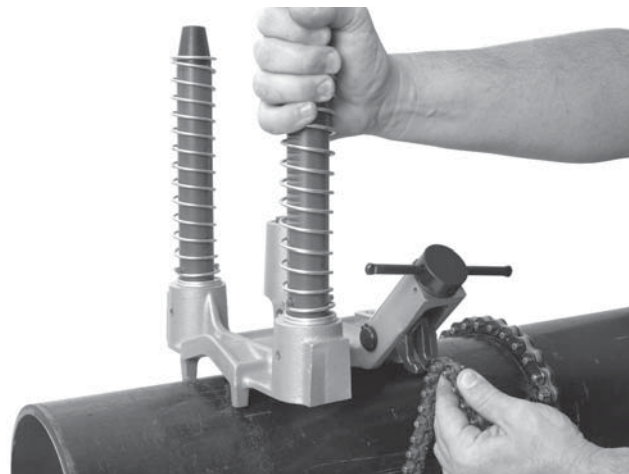

Figure 8 – Accrochage de la chaîne
4. Gardez toujours au moins une main sur l'embase de l'appareil afin de le stabiliser et l'aligner. Ramenez la chaîne autour du tuyau. Lorsque vous tirez sur la chaîne, un ressort de rappel situé à son point d'attache sera comprimé. Accrochez le maillon le plus proche de la chaîne sur le crochet de chaîne prévu, sachant que le ressort de rappel éliminera tout jeu éventuel. Serrez le levier de blocage à fond pour arrimer l'embase au tuyau (*Figure 8*).